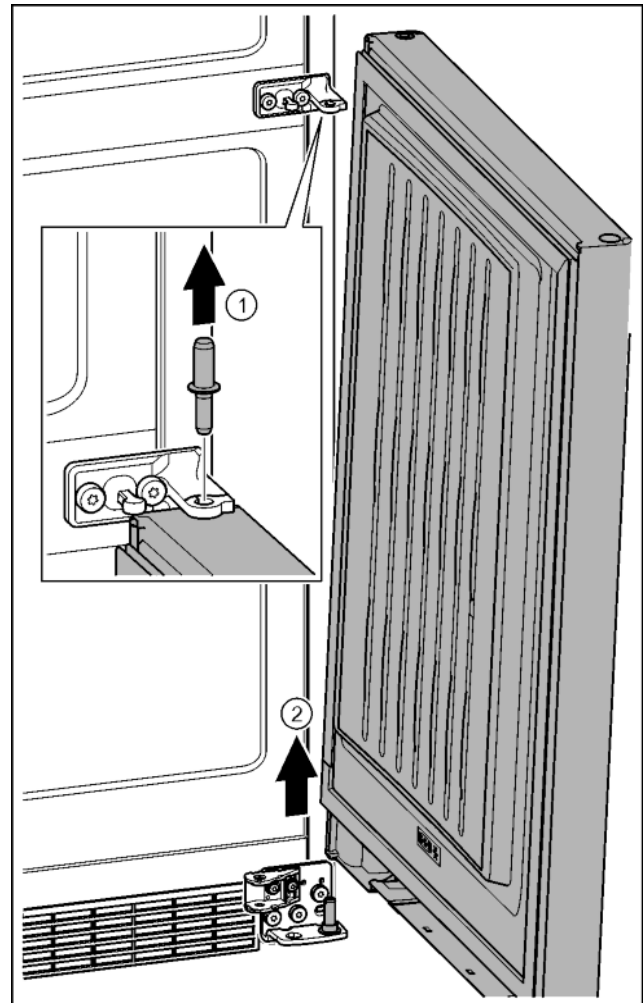

Fig. 23
- ▶ Bolzen nach oben herausziehen. Fig. 23 (1)
- ▶ Tür herausschwenken, nach oben ziehen und beiseite stellen. Fig. 23 (2)